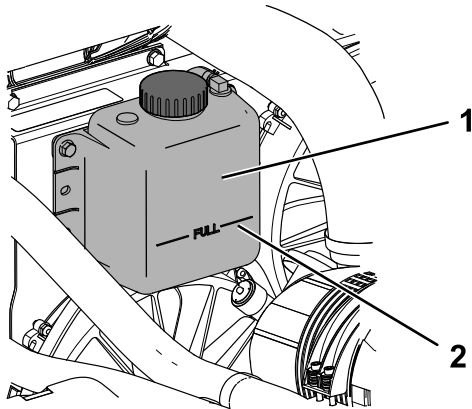

Figure 77
4. Contrôlez le niveau de liquide de refroidissement dans le vase d'expansion (Figure 77).